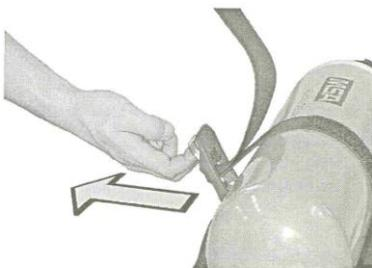

Figura 7
- Abra a presilha de tensão na tira do cilindro, dobrando para cima. Se necessário, cancele o efeito da tensão puxando o separador verde e esticando a tira (ver Figura 7).